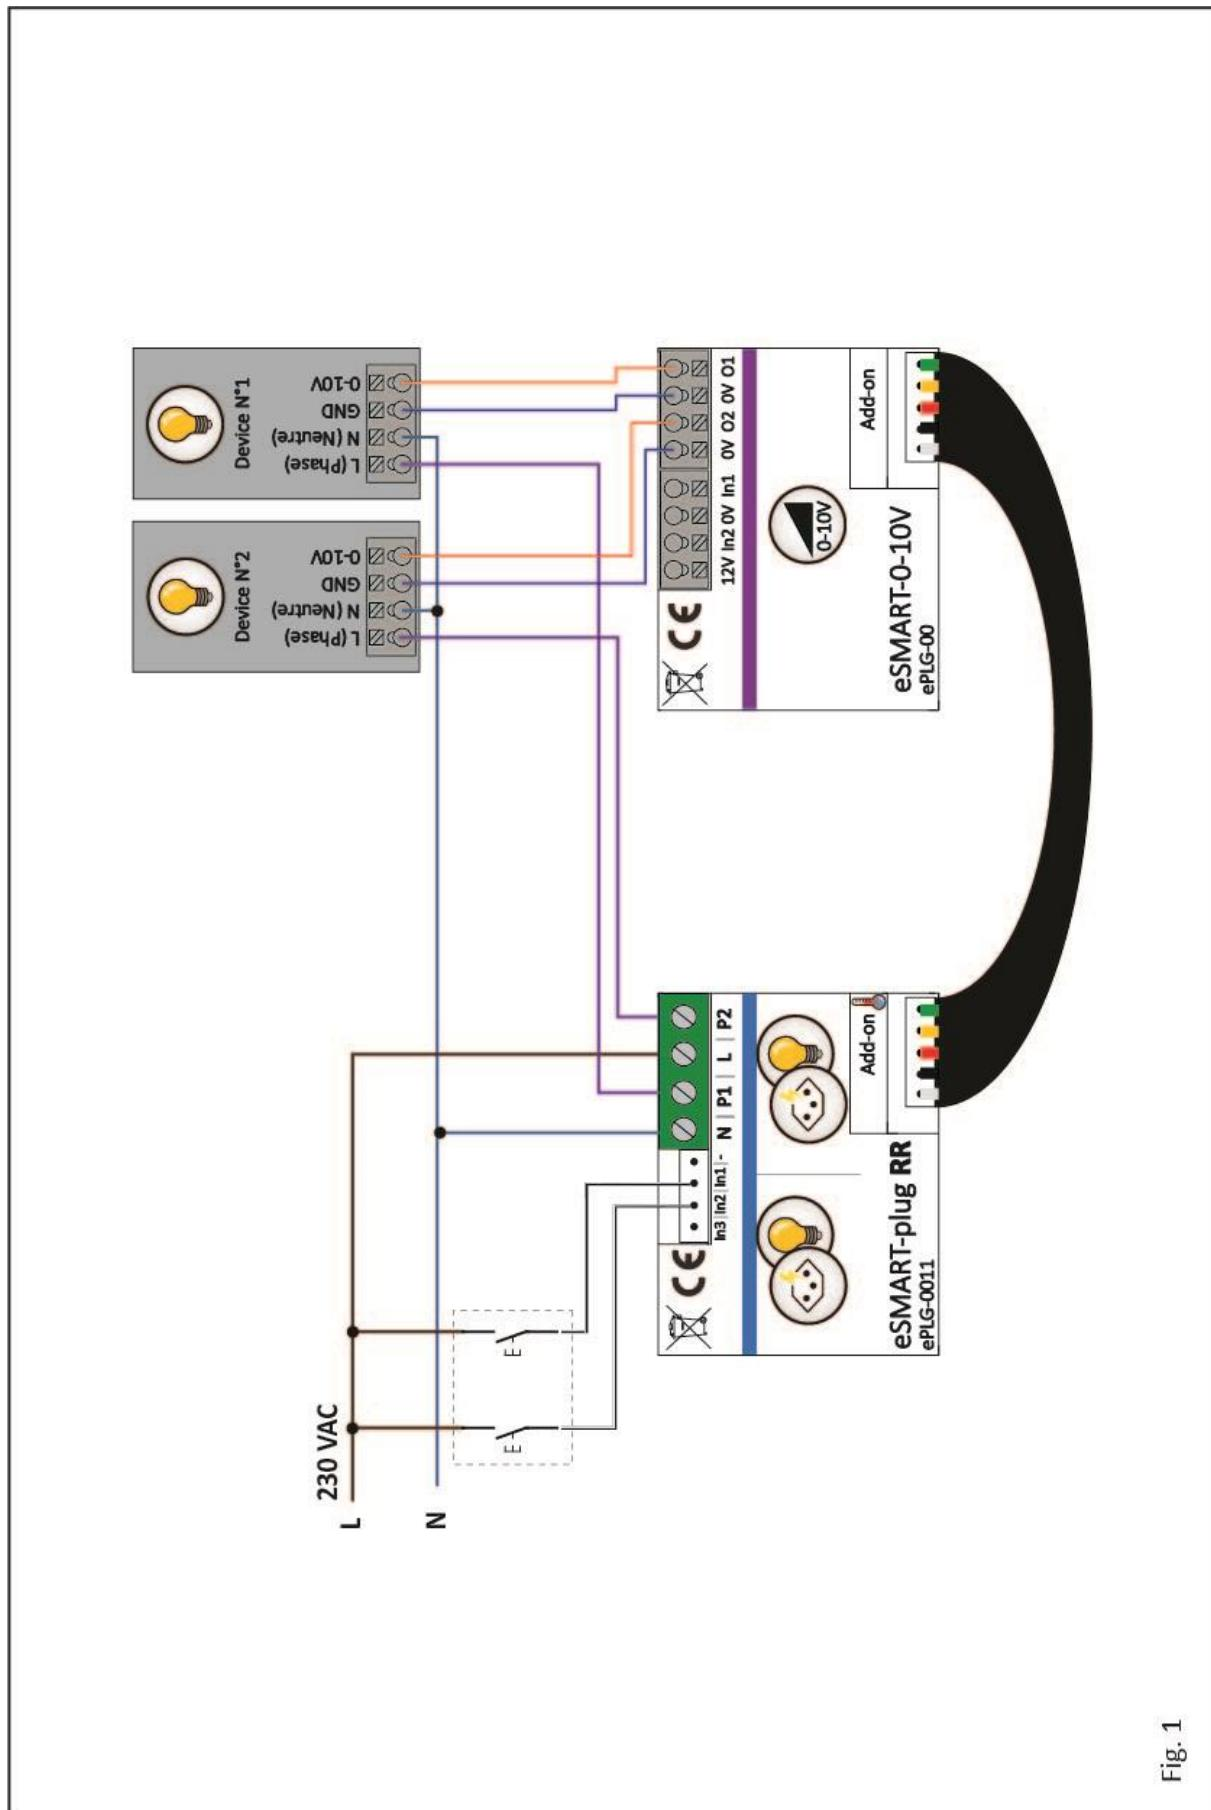

Fig. 1
L'eSMART-analog est composé de 4 bornes à ressort (4, Fig.1). L'eSMART-plug se raccorde sur le réseau électrique 230 V AC/50 Hz.
- Raccordez l'alimentation 230 V AC (1, Fig.1) sur les bornes P et N. Respectivement, la Phase sur la borne P et le Neutre sur la borne N, comme indiqué sur le schéma.
- Raccordez les driver #1 et/ou #2 (1, Fig.1) sur les bornes P1 et P2. Respectivement, le driver #1 sur la borne P1 et/ou la driver #2 sur la borne P2, comme indiqué sur le schéma.
- Raccordez les sorties O1 et/ou O2 (4, Fig.1) sur les drivers respectifs, comme indiqué sur le schéma.
- Le cas échéant, connectez le eSMART-plug-RR (3, Fig.1) sur le connecteur prévu à cet effet.
Das eSMART-analog hat 4 Federkraftklemmen (4, Abb. 1. Das eSMART-plug wird an das Stromnetz 230 V AC/50 Hz angeschlossen.
- Schließen Sie die Stromversorgung 230 V AC (1, Abb. 1) an die P- und N-Klemmen an, und zwar Phase an Klemme P und Neutral an Klemme N, wie in der Abbildung dargestellt.
- Schließen Sie die Dimmer # 1 und / oder # 2 (1, Abb. 1) an die Klemmen P1 und P2 an. D. h., Dimmer # 1 an Klemme P1 und / oder Dimmer # 2 an Klemme P2, wie in der Abbildung dargestellt.
- Schließen Sie die Ausgänge O1 und/oder O2 des eSMART-analog an den jeweiligen Dimmer (4, Abb. 1)
- Schließen Sie gegebenenfalls den eSMART-plug-RR (3, Abb. 1) an den hierfür vorgesehenen Anschluss an.
The eSMART-analog has 4 spring contacts (4, Fig. 1. The eSMART-plug is to be connected to the 230 V AC/50 Hz mains.
- Connect the power supply 230 V AC (1, Fig. 1) to the P and N terminals, namely Phase to terminal P and Neutral to terminal N, as shown in the illustration.
- Connect drivers # 1 and / or # 2 (1, Fig. 1) to the P1 and P2 terminals. I.e., driver # 1 to terminal P1 and / or load # 2 to terminal P2, as shown in the diagram.
- Connect outputs O1 and/or O2 to the driver relative (4, Fig. 1) as shown in the illustration
- If appropriate, connect the eSMART-plug-RR (3, Fig. 1) to the connector provided for that purpose.